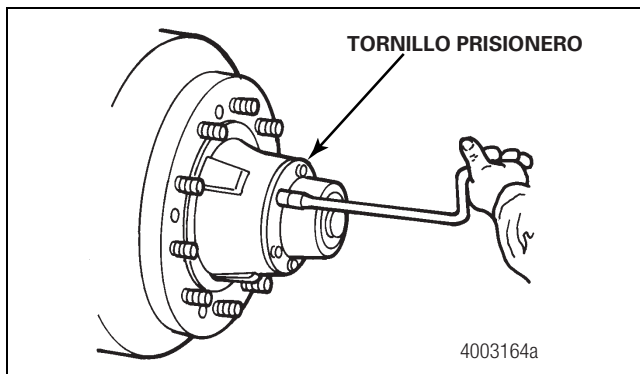

Figura 3.6
8. Coloque un recipiente debajo de la tapa de maza para recoger el aceite que cae; después retire la tapa de maza y la junta de la tapa de maza. Figura 3.6.